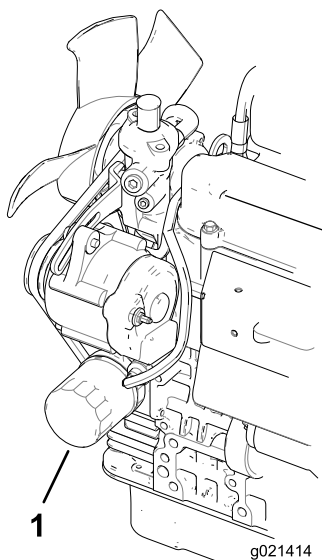

Figure 45
2. Déposez le filtre à huile (Figure 45). Appliquez une fine couche d'huile propre sur le joint du filtre de rechange avant de le mettre en place. **Ne serrez pas excessivement.**